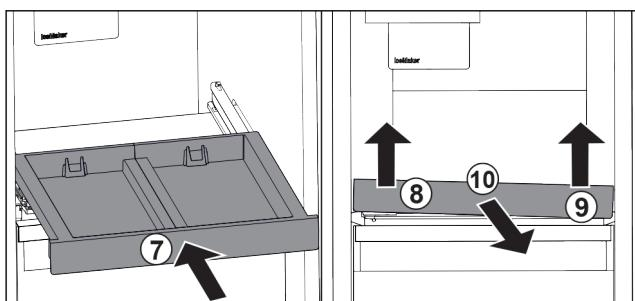

Fig. 101
- Auszugsbord einschieben. Fig. 101 (7)
- Auszugsbord vorne links anheben. Fig. 101 (8)
- Auszugsbord vorne rechts anheben. Fig. 101 (9)
- Auszugsbord nach vorne entnehmen. Fig. 101 (10)